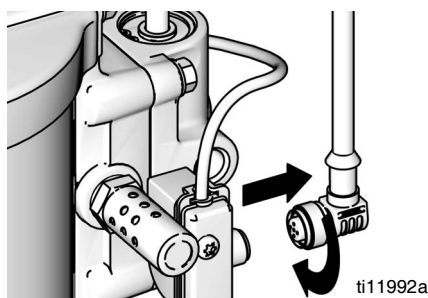

FIG. 10. Afbrød DataTrak
1. Kablet, der findes bagpå reedkontakten, skrues løs. Se FIG. 10.